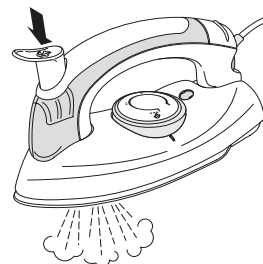

Figura 4 Chorro de vapor
6. Pulse con fuerza el botón para emisión de vapor mientras plancha a fin de que se produzca el chorro de vapor (véase la figura 4).